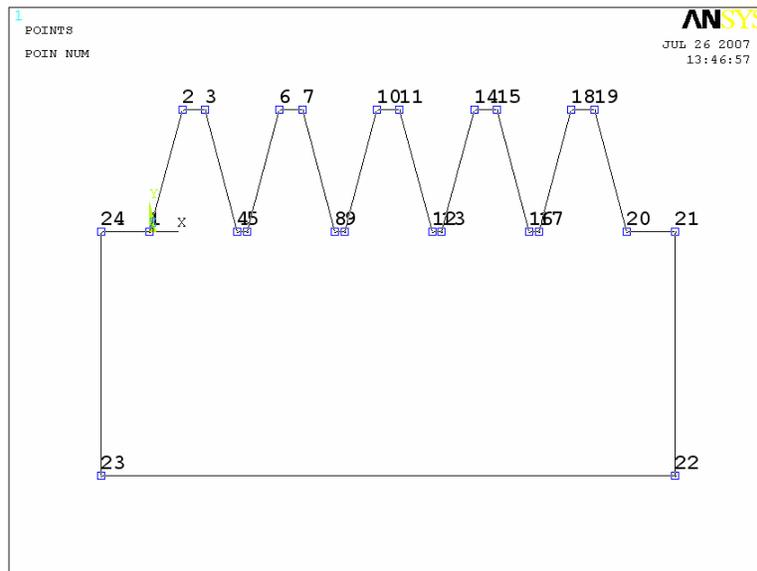

Рисунок 79. Создание границы поверхности по ключевым точкам
- Указываем ключевые точки, являющиеся вершинами данной области (Рисунок 79).